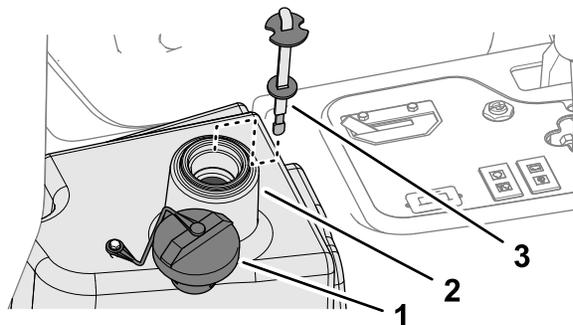

Figura 90
4. Llene el depósito (Figura 90) con aproximadamente 22.7 litros (6 galones US) de fluido hidráulico; consulte Especificación del fluido hidráulico (página 62).